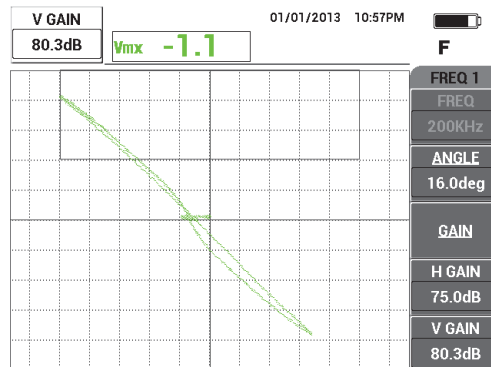

Figura 5-58 Sinais estendidos verticalmente atravessando a tela
7. Pressione a tecla **GAIN (dB)** três vezes para acessar o parâmetro **V GAIN** e, em seguida, aumente o ganho vertical com o botão até um dos sinais atingirem 80% da altura da tela (veja Figura 5-58 na página 172).